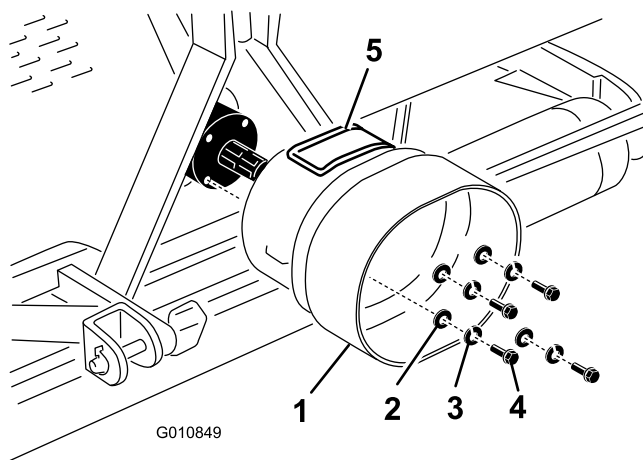

Figura 16
1. Rimuovete i 4 bulloni, le 4 rondelle di bloccaggio e le 4 rondelle piane fissate sulla parte posteriore della trasmissione della presa di forza dell'arieggiatore (Figura 16).
2. Montate la protezione della presa di forza sulla trasmissione dell'arieggiatore con i dispositivi di montaggio precedentemente rimossi (Figura 16). Quando montate la protezione della presa di forza assicuratevi che lo sportellino di accesso (Figura 16) si trovi sulla parte superiore o su un lato, a seconda della struttura dell'arieggiatore.
**Nota:** È possibile aprire lo sportellino di accesso (Figura 16) per facilitare l'operazione di rimozione e fissaggio dei dispositivi di montaggio dell'albero della presa di forza.